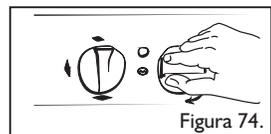

Figura 74.
- Si el modelo la posee; gire la perilla de control de temperatura de gratinado hasta la posición máxima, de lo contrario sólo con oprimir el interruptor se acciona la resistencia de gratinado. Inmediatamente se encenderá la luz piloto indicando que se dio inicio a la operación de gratinado, éste es un dispositivo indicador que permite ver cuando está energizada la resistencia (Ver figura 74).